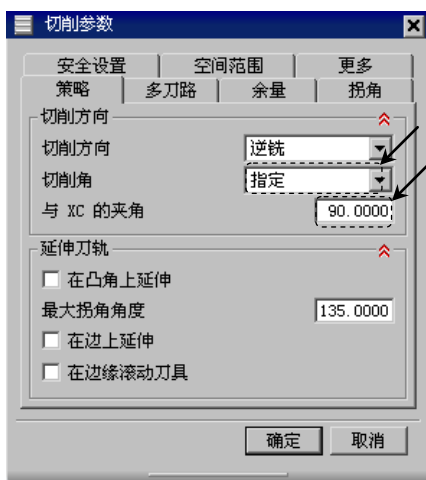

图 17.10 “策略”选项卡
Step2. 在“切削参数”对话框中单击 **策略** 选项卡，其参数设置值如图 17.10 所示，其他参数接受系统默认设置，单击 **确定** 按钮。